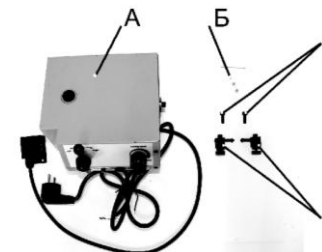

Рис. 1
## 3. КОМПЛЕКТНОСТЬ (Рис. 1)
В комплект поставки входит (Рис. 1):
6.8. Закрепите панель двигателя (5) через отверстия (13) к рабочему столу станка в крепёжных отверстиях (11) на торцевой поверхности рабочего стола станка и винтами (В), Рис. 1.